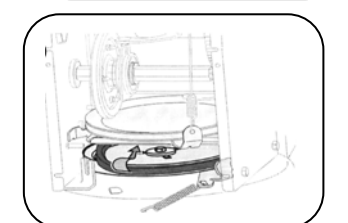

Рис. 20
4. Снимите приводной ремень со шкива и между фрикционным колесом и диском фрикционного колеса. См. рис. 20.